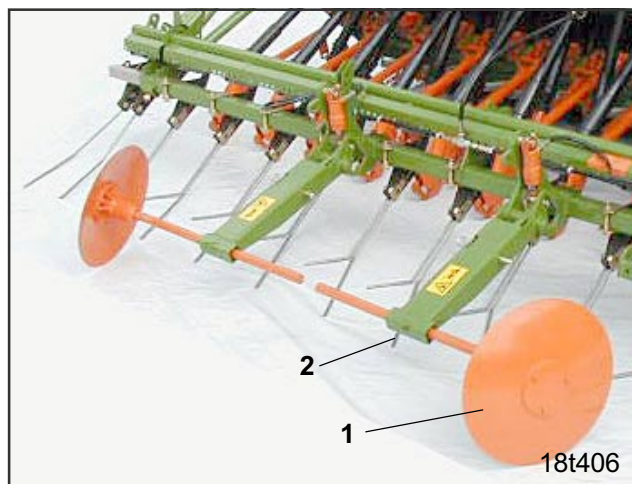

Fig. 28.4
Диски для нарезки маркерной борозды (Рис. 28.4/1) маркируют колеи, заданные устройством для установки технологической колеи и должны быть выставлены на необходимую ширину:
- Открутите болты с шестигранной головкой (Рис. 28.4/2);
- Диски для нарезки маркерной борозды (Рис. 28.4/1) передвиньте в несущем кронштейне соответственно ширине технической колеи;
- Снова затяните болты с шестигранной головкой (Рис. 28.4/2).
Устройства для установки технической колеи с 2-м режимом переключения или режимом 6-плюс оснащаются так, чтобы при движении по полю вперед и назад, нарезалась ширина колеи трактора. Потому при этих переключениях необходимо монтировать только один из двух дисков для нарезки маркерной борозды (Рис. 28.4/1).